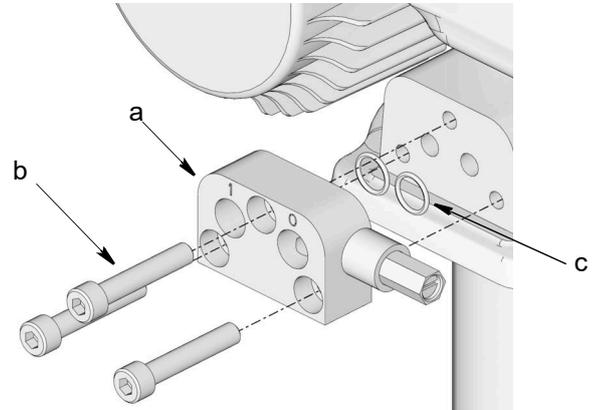

図 3
5. 3 本のソケットヘッド キャップねじ (b) をアダプタブロック (a) から緩め、取り外し、あるいは処分します (図 3)。
6. アダプタブロック (a) と O リング (c) を取り外します (図 3)。これらの部品は州および地域の条例にのっとり適切に廃棄してください。これらの部品を再組立てに使用することはできません。